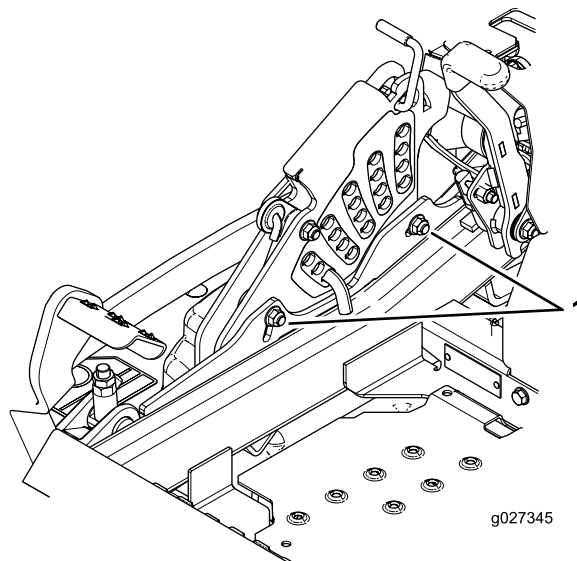

Figura 88
11. Para ajustar el sistema de ajuste de un solo punto, afloje los dos pernos situados cerca del borde inferior de la pletina de altura de corte. Consulte Figura 88.
13. Apriete los dos pernos situados cerca del borde inferior de la pletina de altura de corte (Figura 88). Apriete a 37-45 N m.